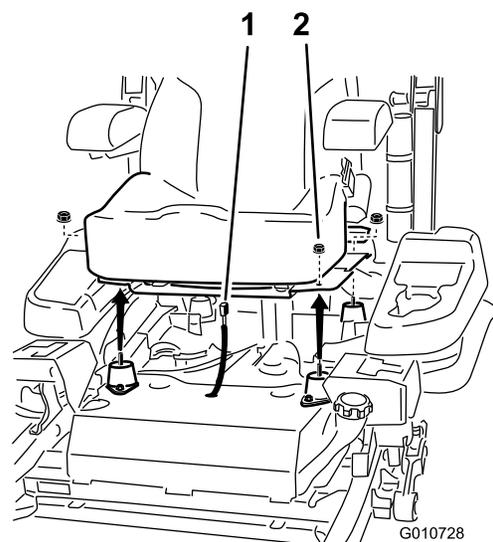

Figura 5
2. Retire las 4 tuercas con arandela prensada que sujetan el asiento a la máquina (Figura 5).
3. Desenchufe el conector del arnés del interruptor del asiento, situado debajo de la parte delantera del asiento (Figura 5).